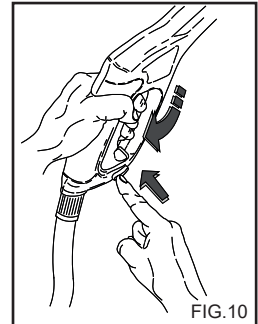

FIG.10
- Cuando no utilice la hidrolimpiadora, cierre el dispositivo de seguridad de la empuñadura. (fig.10)